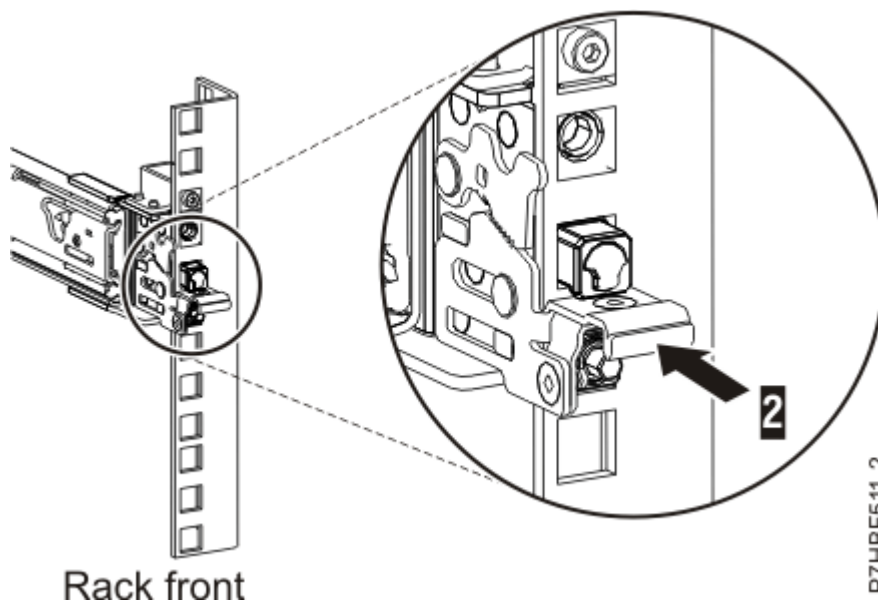

Figura 6. Zăvor așezat pe șina din față a dulapului
7. În timp ce trageți în față șina de glisare, asigurați-vă că toți cei trei pini trec prin orificiile dulapului, apoi împingeți zăvorul din față **(2)** în întregime. Pentru detalii, consultați Figura 6 la pagina 6.